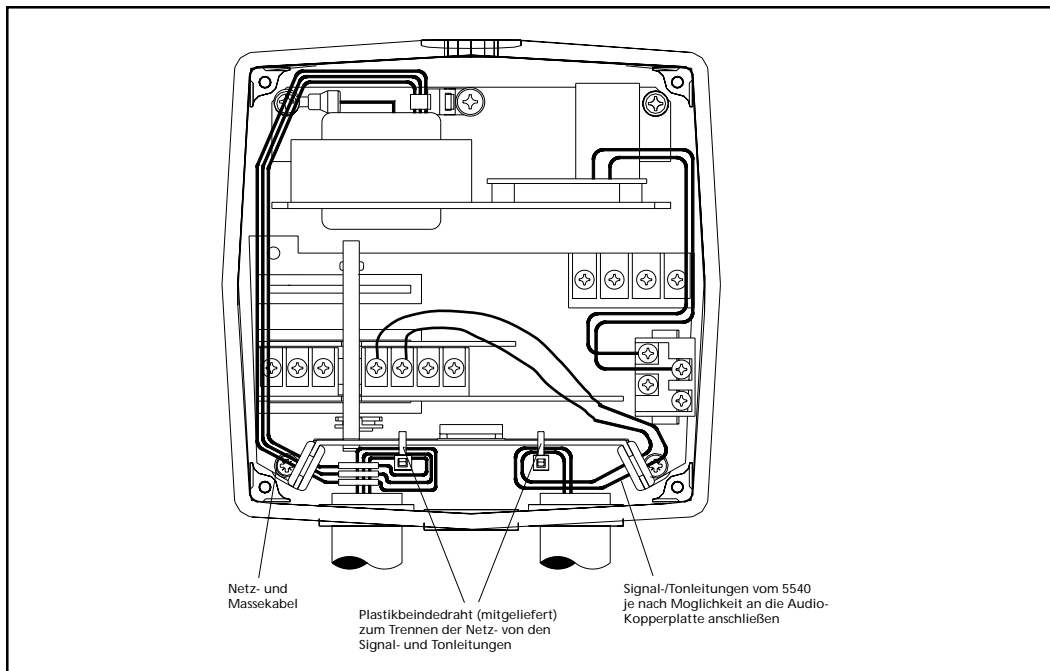

Abb. 5. Anschlüsse für Adaptatone
2. Führen Sie die Drähte durch die Ausstoßöffnung auf der Unterseite der Box von einer Kabelleiste, die zusammen mit ihrer Verbindung zur 12,7mm-Leitungsöffnung über denselben Schutzgrad wie das Gerät selbst verfügen muss. Verwenden Sie, an der Barriere zur Elektronik, den Plastikbindedraht, um die eingehenden Netzkabel von jenen für die Signal- und Tonaktivierung gemäß der NEC-Vorschriften zu trennen (Abb. 5).
3. Beziehen Sie sich auf Abb. 5.